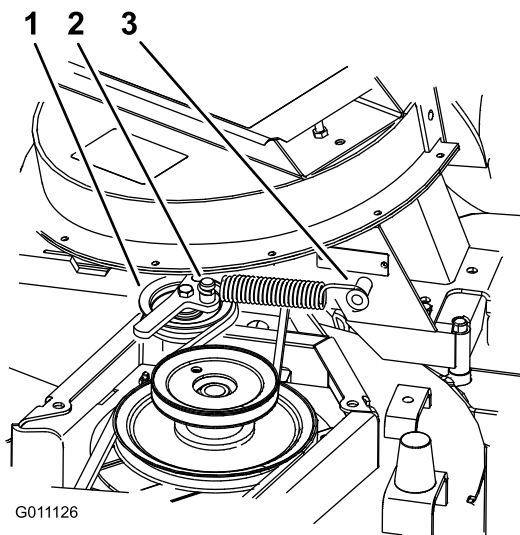

Figura 36
6. Instale as molas como se mostra em Figura 36.